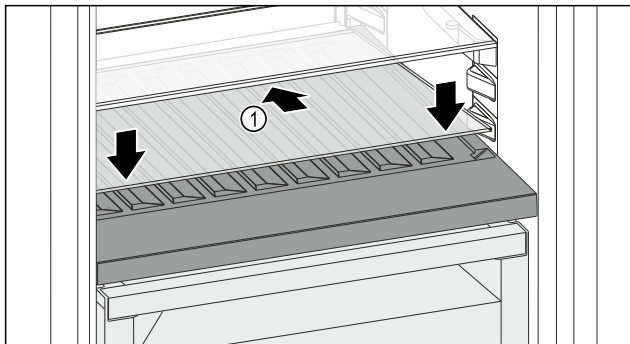

Fig. 99
- Posizionare il ripiano di vetro Fig. 99 (1) inclinato indietro e verso il basso.
- Abbassare la parte anteriore del ripiano di vetro Fig. 99 (1).